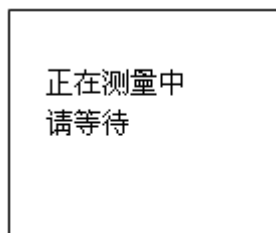

图 8 正在测量中
5. 打开“内高压允许”开关，按“确认”键，仪器开始产生高压输出，同时伴有“嘟”的提示音，此时，屏幕显示“正在测量中请等待”，如图 8 所示。